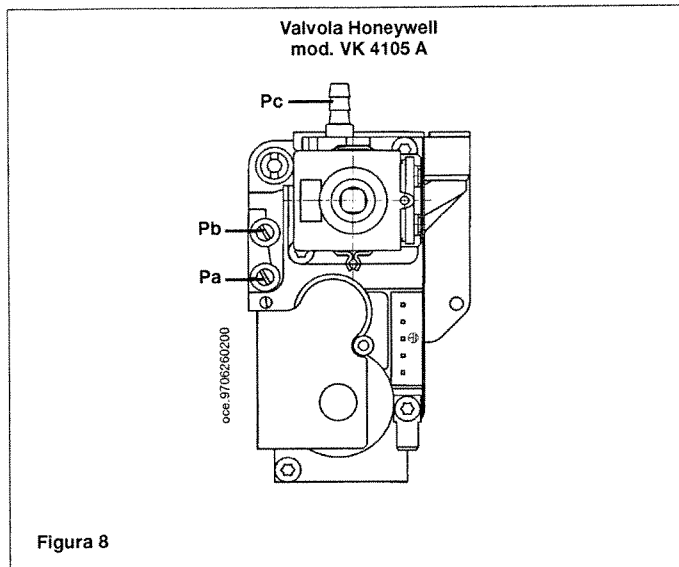

Figura 8
- * collegare la presa di pressione positiva di un manometro differenziale, possibilmente ad acqua, alla presa di pressione (Pb) della valvola del gas (figura 8). Collegare la presa negativa dello stesso manometro
- * verificare che la pressione dinamica di alimentazione della caldaia, misurata alla presa di pressione (Pa) della valvola del gas (figura 8) sia quella corretta (30 mbar per il gas butano, 37 mbar per il gas propano o 20 mbar per il gas naturale);